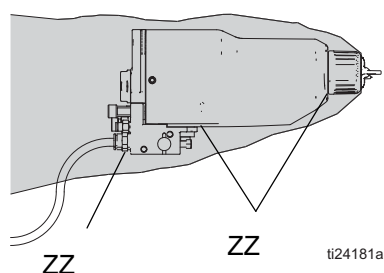

Fig. 20. Sprawdzanie pod kątem wycieku
Podczas pracy należy okresowo sprawdzać wszystkie otwory osłony pistoletu (ZZ) pod kątem występowania płynu. Patrz FIGURE 20. Płyn w takich obszarach wskazuje na wyciek płynu do osłony, co może być spowodowane nieszczelnymi połączeniami rury płynu lub nieszczelną uszczelką płynu.